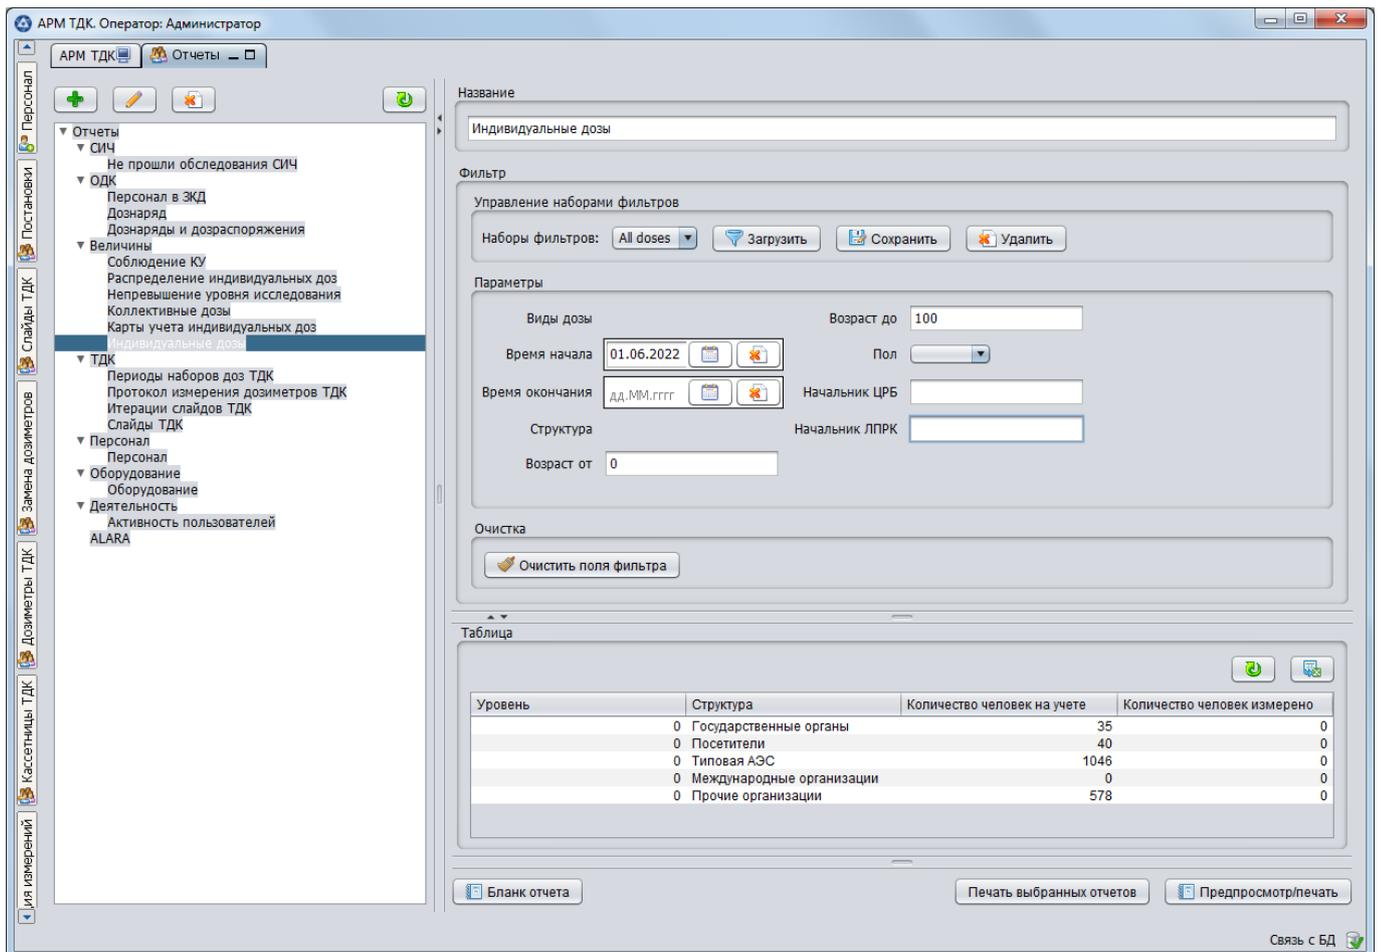

Рисунок 16
3.4.14.1. Панель «Отчеты» предназначена для построения отчетных форм с последующим выводом их на печать. Состав панели «Отчеты» приведен на рис. 16.